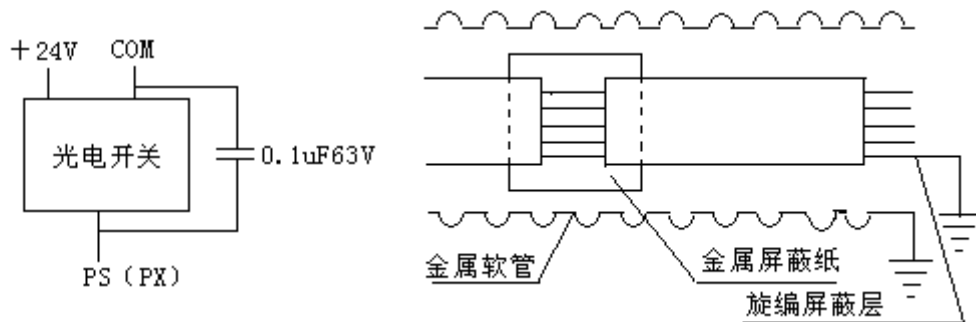

图 7.9 电容连接示意图
- ① 将安装孔周围阴影部位油漆全部括去，使光电开关金属外壳通过螺栓、支架、轿顶接地良好；如果括去油漆后在安装螺栓下面压一根接地线，连到轿顶接线箱接地桩头上，效果更佳；
- ② 光电开关最好用屏蔽线缆连到轿顶接线箱，并且将屏蔽层接地；
- ③ 光电开关最好用常开开关，可大大降低光电开关本身受干扰的程度。
- ④ 如果运行时光电开关有闪烁现象而导致电梯运行或平层有所异常，可能是受干扰，这时可在光电开关的 COM 与 PS（或 PX）之间连接一个 $0.1\mu\text{F}63\text{V}$ 的电容。（见下图 7.9）